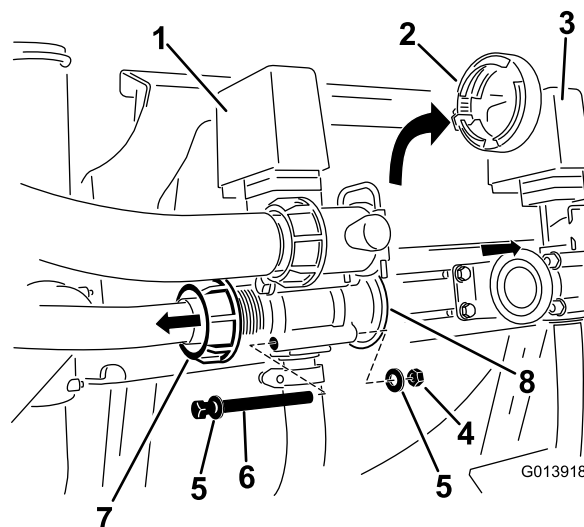

Figura 4
6. Togliete il riduttore dal corpo della valvola (Figura 4).
4. Individuate il dado ad alette che fissa il flessibile dell'agitatore al corpo della valvola dell'agitatore. Allentate il dado ad alette in modo da creare spazio per la rimozione degli elementi di fissaggio del corpo della valvola (Figura 4).